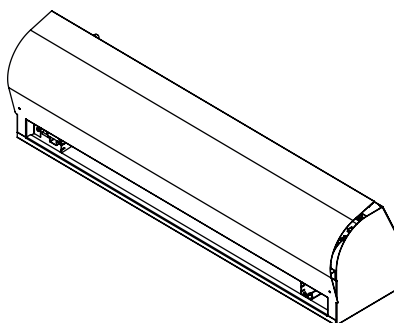

Рисунок 7
- Удерживая крышку за верхнюю часть, аккуратно вывести последнюю из зацепления с внутренними деталями завесы (см.рисунок 7, 8).